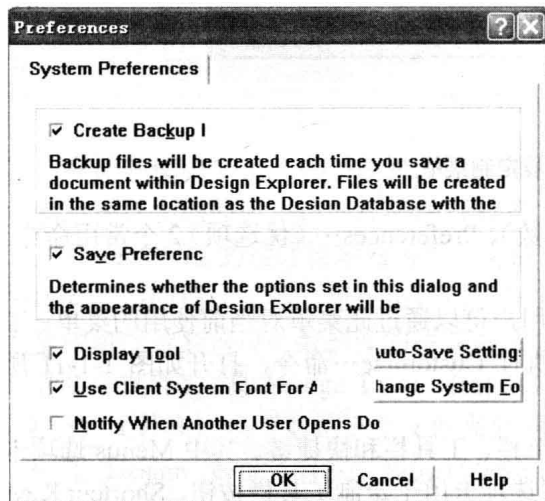
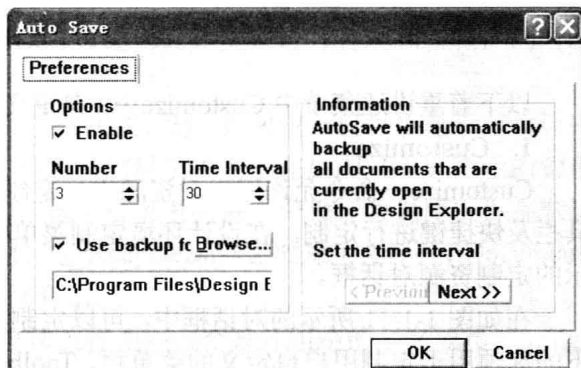
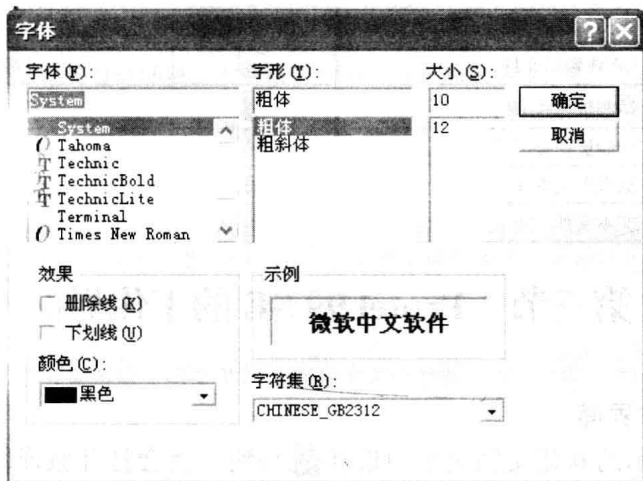

图 1-1-12 优选系统参数设置对话框
图 1-1-13 自动保存文件对话框
图 1-1-14 字体设置对话框
在如图 1-1-10 所示的设计环境定制菜单上执行 Preferences... 命令，打开如图 1-1-12 所示的优选系统参数设置对话框。用户可以在该对话框中设置诸如自动保存和文件备份等系统参数，包括选择是否在存储文件的同时进行备份，是否在文件关闭的时候记忆当前的状态，以便下一次打开文件时自动进入状态和是否进行文件自动存储、系统字体设置等方面的内容。
① 自动创建备份文件设置 如果用户需要在设计绘图时让系统自动生成备份文件，可选中 Create Backup Files 选项，系统将会自动备份保存每次修改的文件。
② 自动保存设置 如果用户希望在设计工作过程中系统定时自动保存文件，可单击图 1-1-12 所示的“Auto-Save Settings”按钮，弹出如图 1-1-13 所示的自动保存文件对话框。先选中 Enable 复选项，然后在 Number 列表框中设置文件的备份数，在 Time Interval 列表框中设置备份文件的时间间隔，单位为分钟。单击“Browse...”按钮，可以设置备份文件夹的路径。
③ 字体设置 如果用户系统改变系统字体的大小,可以单击图 1-1-12 所示对话框中的“Change System Font”按钮,打开如图 1-1-14 所示的字体设置对话框,在该对话框中用户可以自行设置字体的形状。
④ 优选参数保存设置 如果用户需要将已经设置好的参数保存起来,则可以在如图 1-1-12 所示的对话框中选中 Save Preferences 选项,选中该项后,用户在下次运行 Protel 的时候系统会自动采用之前设置的优选参数。
提示:选中 Save Preferences 选项,系统不仅会保存图 1-1-12 所示对话框中的 Save Preferences 设置,而且还会保存当前 Design Explorer 的启动界面,也就是说,在下次打开 Protel 99 SE 时,系统会自动载入上次设计时的文档界面。